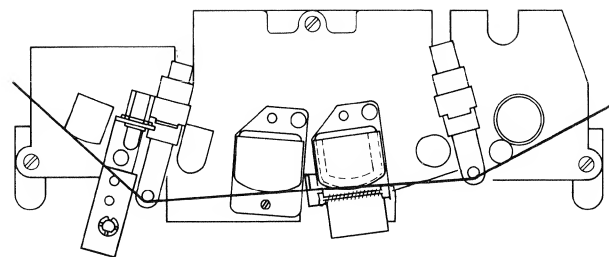

Fig. 3.4.-1
- Bandabhebemagnet lösen und soweit verschieben, bis der Bandlauf am Wiedergabekopf auf der Höhe des Abschirmgehäuses liegt (Fig. 3.4.-1).
- Loosen the tape lift solenoid and move it until the tape passes the playback head on a level with the inner head housing (fig. 3.4.-1).